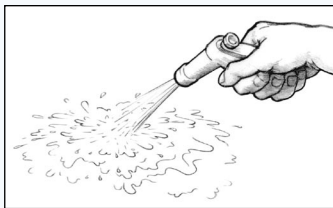

Figura 33 Dopo la carteggiatura sciacquare la superficie con acqua dolce.
4. Una volta soddisfatti della consistenza e dell'aspetto della superficie, sciacquare la superficie con acqua dolce, verificando che scorra uniformemente senza formare bolle o occhi di pesce. Se si nota che l'acqua di risciacquo forma gocce o bolle (segno di contaminazione), asciugare la zona con un pezzo di carta, quindi carteggiare nuovamente a umido fino ad eliminare tutte le gocce d'acqua. (*Figura 33*).